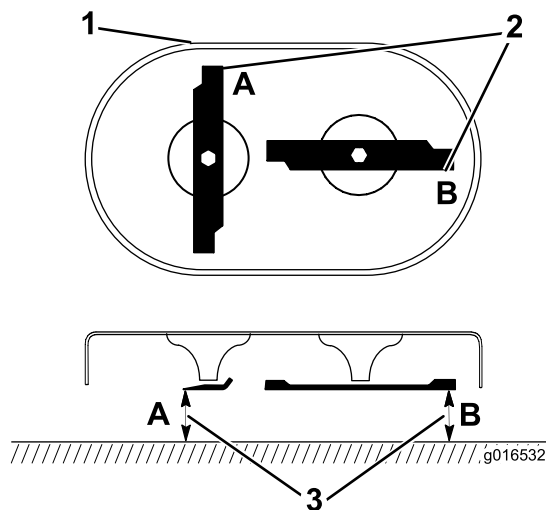

Рисунок 37
1. Поверните ножи, пока они не окажутся в положении, показанном на рис. Рисунок 37.
2. Измерьте от ровной поверхности до режущих кромок в местах A и B (Рисунок 37) и запишите оба результата измерения.